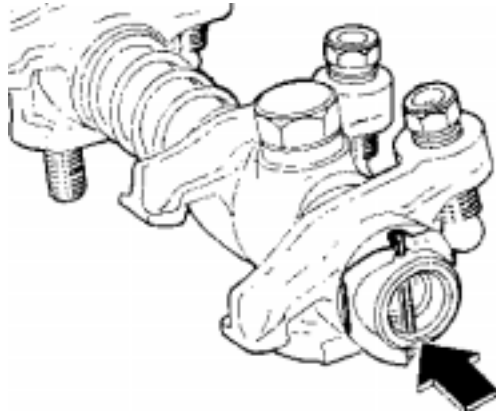

Рис. 1.26. Зарубка на конце оси клапанных коромысел.
4. Смажьте детали и установите на соответствующие оси клапанных коромысел на прежние места. Смонтированные оси клапанных коромысел должны располагаться так, чтобы смазочные отверстия были направлены вниз к головкам блоков цилиндров, при таком расположении зарубка на одном из концов должна располагаться, как показано на рис. 1.26.